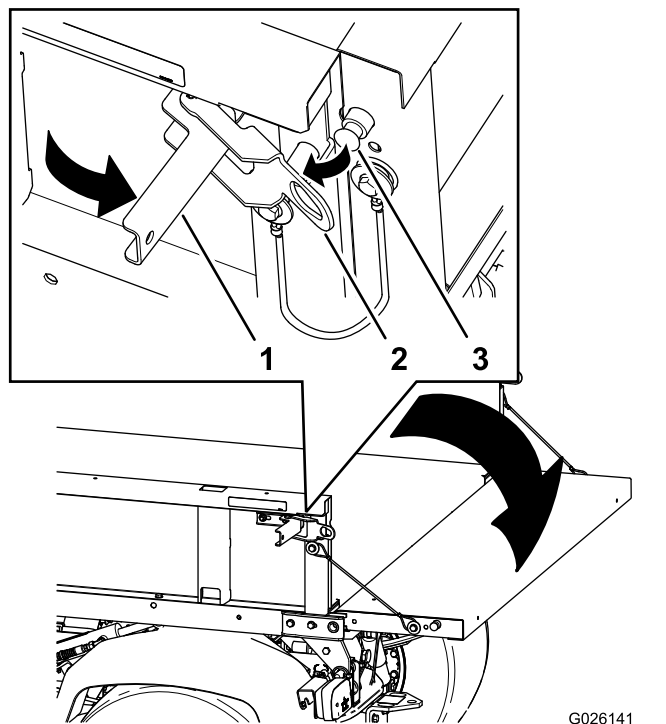

Figura 16
2. Deschideți zăvorul din partea stângă și dreaptă a platformei de încărcare și coborâi oblonul spate (Figura 16).